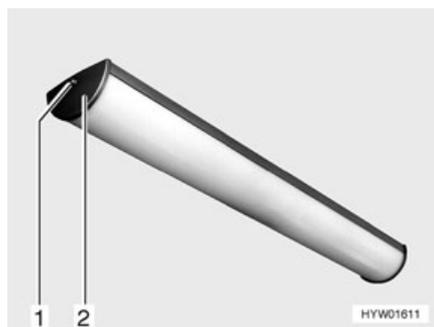

Fig. 276 Lámpara interior
- Extraer el tornillo (Fig. 276,1) y retirar la cubierta (Fig. 276,2).